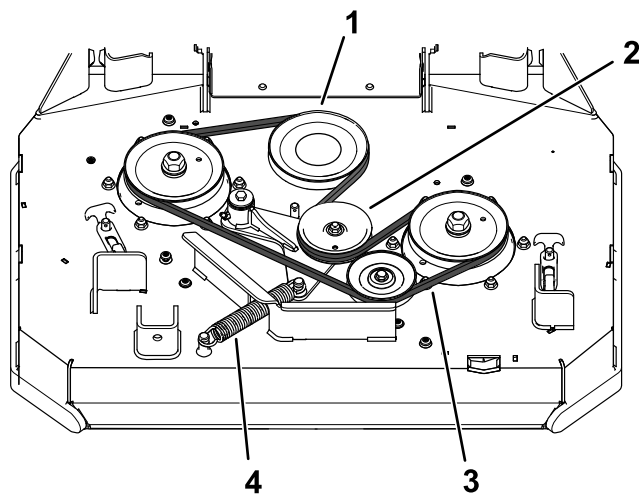

図 61
4. アイドラプーリのアームについているアンカーポストからスプリングを取り外す 図 61。
5. ベルトを取り外す 図 61。
6. デッキプーリとアイドルプーリに新しいベルトを掛け回す 図 61。
7. アイドラプーリのアームについているアンカーポストにスプリングを取り付ける 図 61。